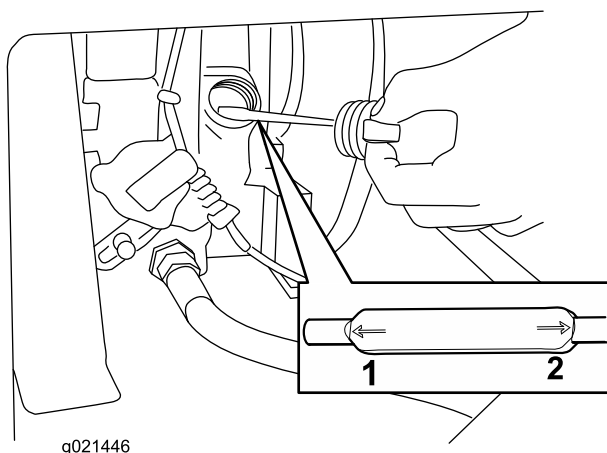

Figure 6
3. Nettoyez la surface autour de la jauge d'huile (Figure 6) pour éviter de faire tomber des impuretés dans l'orifice de remplissage, ce qui endommagerait le moteur.
4. Dévissez la jauge d'huile et essuyez soigneusement l'extrémité (Figure 6).
5. Revissez la jauge complètement dans le goulot de remplissage (Figure 6).